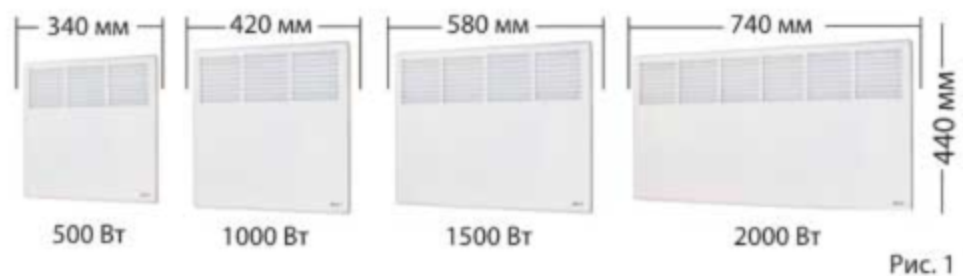

Рис. 1
**Размеры конвекторов в зависимости от мощности (рис.1)**